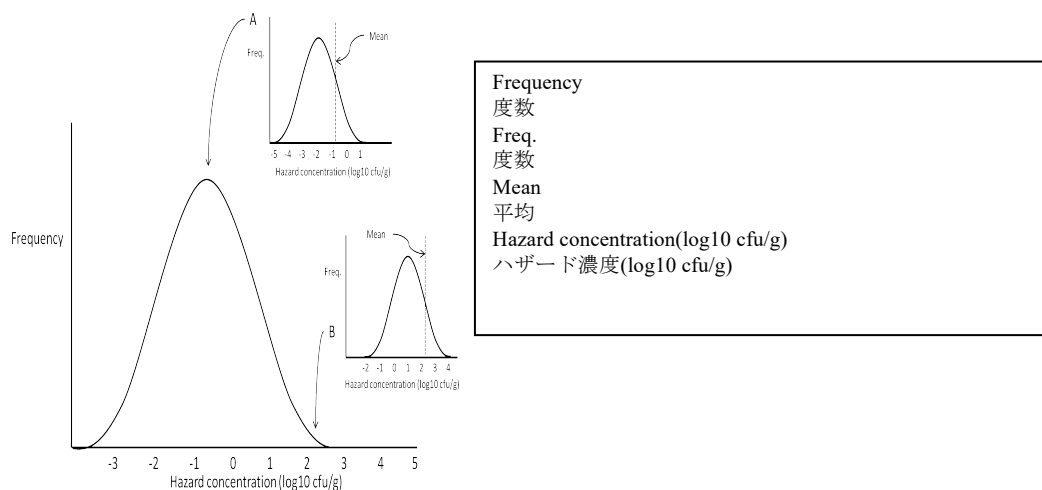

図1. ハザード濃度の選択したロット内分布とロット間分布との関係
ロット間の算術平均ハザード濃度の分布はロット間分布を構成する (図 1)。図 1 では、ほとんどのロットの算術平均ハザード濃度は  $-0.8 \log_{10} \text{ cfu/g}$  である(ロット内分布「A」で表される)。最も汚染度の高いロット(ロット内分布「B」で表される)の算術平均ハザード濃度は  $2.2 \log_{10} \text{ cfu/g}$  に近い。
**ロット間**分布とは、異なるロット間の算術平均濃度の偏差を指す（上図1参照）。これは、「ロット内のハザードの平均汚染濃度を考慮する場合、この平均値は製品の異なるロット間でどの程度変動するか?」という質問に答えるものである。ロット間分布の定義はオプションであり、ユーザーが次の結果のいずれかを知りたい場合にのみ必要である。